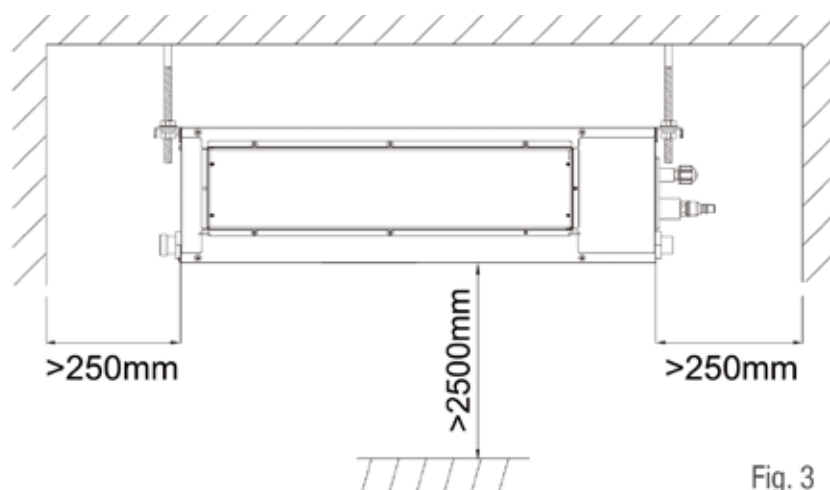

Fig. 3
4. Garantire le distanze in Fig. 3 per poter eseguire la manutenzione.